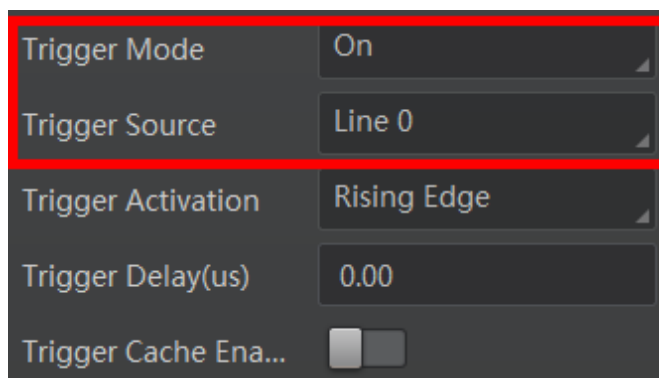

图8-4 Line 0/Line 2 设置为触发源
2. *Trigger Source* 参数下拉选择 *Line 0* 或 *Line 2*，如图8-4所示。